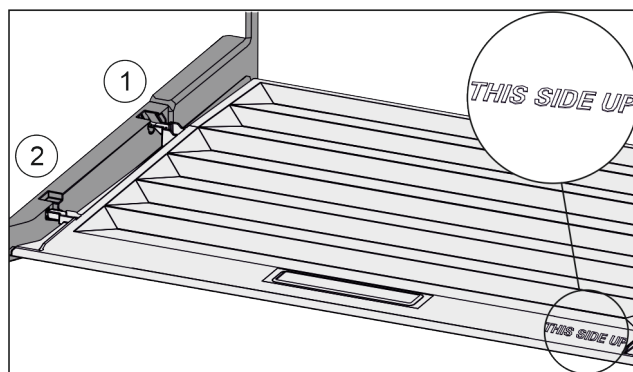

Fig. 39
- Výstupky víka zaveďte do zadních držáků Fig. 39 (1) a vpředu zaklesněte do držáku Fig. 39 (2).